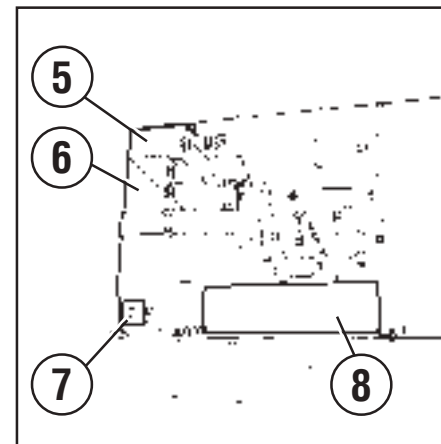

Abb. 12
- Durch die Kühlmasse (5 Abb. 12) wird die Flüssigkeit des hydrostatischen Kreises gekühlt.
- Durch die Kühlmasse (6 Abb. 12) wird die Flüssigkeit des Kühlkreises des Motors gekühlt.
Das Kühlwasser zur Motorkühlung wird durch die Öffnung (7 Abb. 12) in den Kühler eingefüllt.
Die Schutzabdeckung (8 Abb. 12) schützt die aus Fiberglas hergestellte Motorhaube vor möglichen, durch das Auspuffrohr des Motors verursachte Überhitzungen.